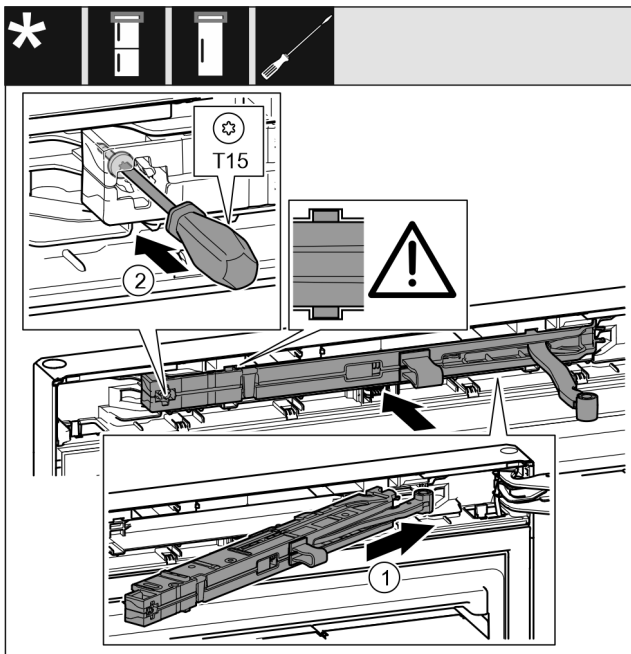

Fig. 22
- ▶ Côté support de palier, pousser l'unité d'amortissement de fermeture Fig. 22 (1) jusqu'en butée de biais dans l'évidement.
- ▶ Serrer la vis Fig. 22 (2) avec un tournevis.